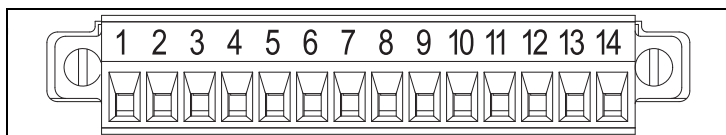

Figura 9: Assegnazione/Identificazione pin sul connettore maschio per gli accessori
1. Durante l'installazione del kit di accessori per la scatola di giunzione del kit veicolare MTP6000, annotare le assegnazioni pin e la numerazione riportata sul connettore maschio per gli accessori (vedere la Figura 9 e la Tabella 1 di sotto).